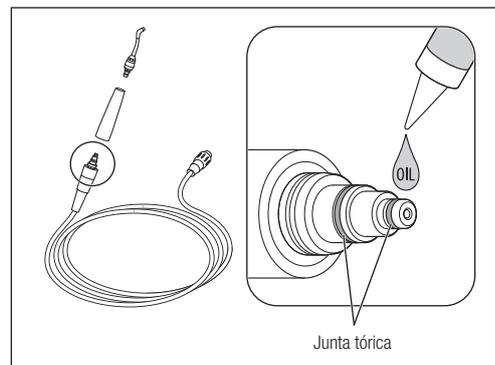

Fig. 45
- 4) Aplique una gota del aceite para turbina suministrado y extiéndalo con el dedo (Fig. 45).